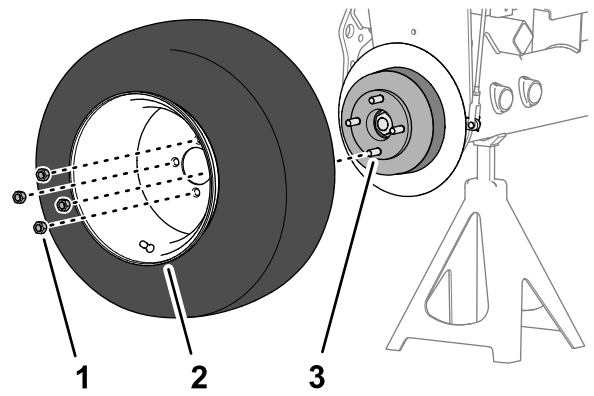

図 63
1. 前輪をハブに固定しているラグナット4個を外して前輪を取り外す 図 63。